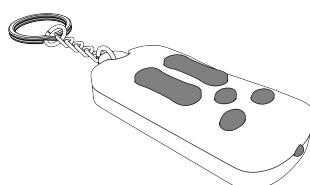

Рис. 3 ПДУ(для всех модификаций УВРК)
**Пульт дистанционного управления (ПДУ)** Рис. 3 служит для дистанционного управления прибором. Он дает возможность изменять количество подаваемого свежего воздуха и менять режимы работы прибора.